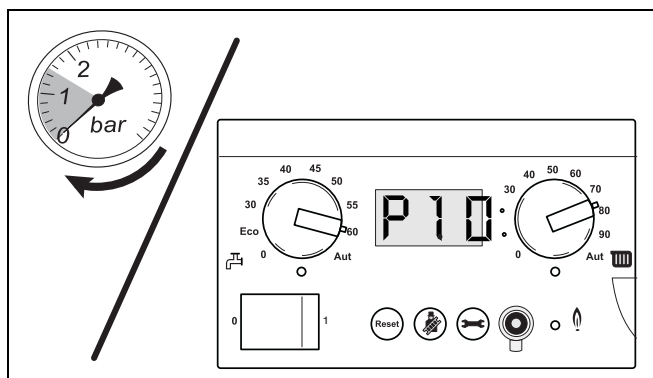

Fig. 14 Citiți afișajul de presiune
- Citiți cu această ocazie presiunea la aparatul analog de măsurat presiunea de la grupul de racord sau la tabloul de comandă al lui BC10 (Fig. 14).
- Aerisiți instalația de încălzire prin supapele de aerisire de la calorifere. Cu această ocazie începeți la etajul cel mai de jos al clădirii și apoi continuați de fiecare dată cu un etaj mai sus (Fig. 14).